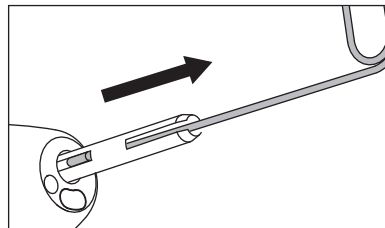

Fig. 3
- 2) Insira o puxador do limitador de broca fornecido na pinça. Puxe o limitador de broca prendendo-o à fenda do limitador de broca. (Fig. 3)